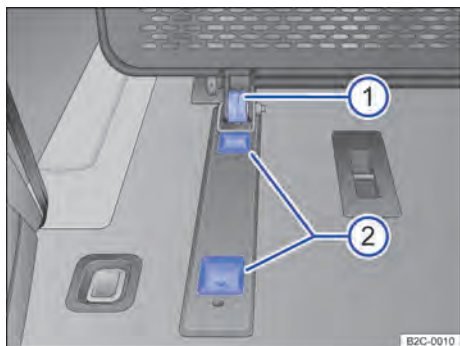

Fig. 155 Dans le coffre à bagages : ancrage inférieur
2. Poussez la partie inférieure de la cloison réglable munie de la roulette → fig. 155 ① dans l'évidement arrière de l'ancrage ②.
2. Poussez la partie inférieure de la cloison réglable munie de la roulette → fig. 155 ① dans l'évidement avant de l'ancrage → fig. 155 ②.